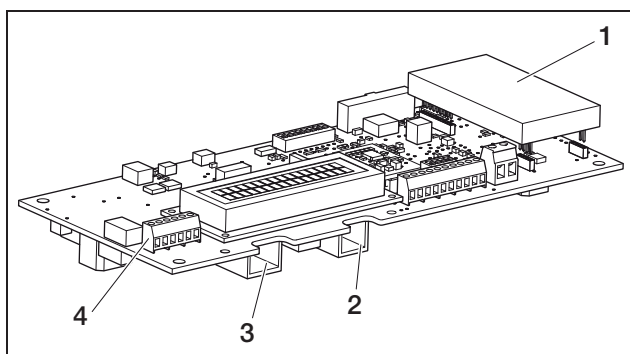

Figura 33: Interfacce di comunicazione
- Innestare la spina del cavo Ethernet nella presa corrispondente (3, figura 33).
- Innestare la spina del cavo telefonico nella presa corrispondente (2, figura 33).
Per effettuare il collegamento del cavo Ethernet e del cavo telefonico, al posto delle prese RJ45 e RJ11 è possibile utilizzare il morsetto a vite a sei poli (4 nella figura 33). Questo tipo di collegamento è previsto per l'installazione in impianti di grandi dimensioni.